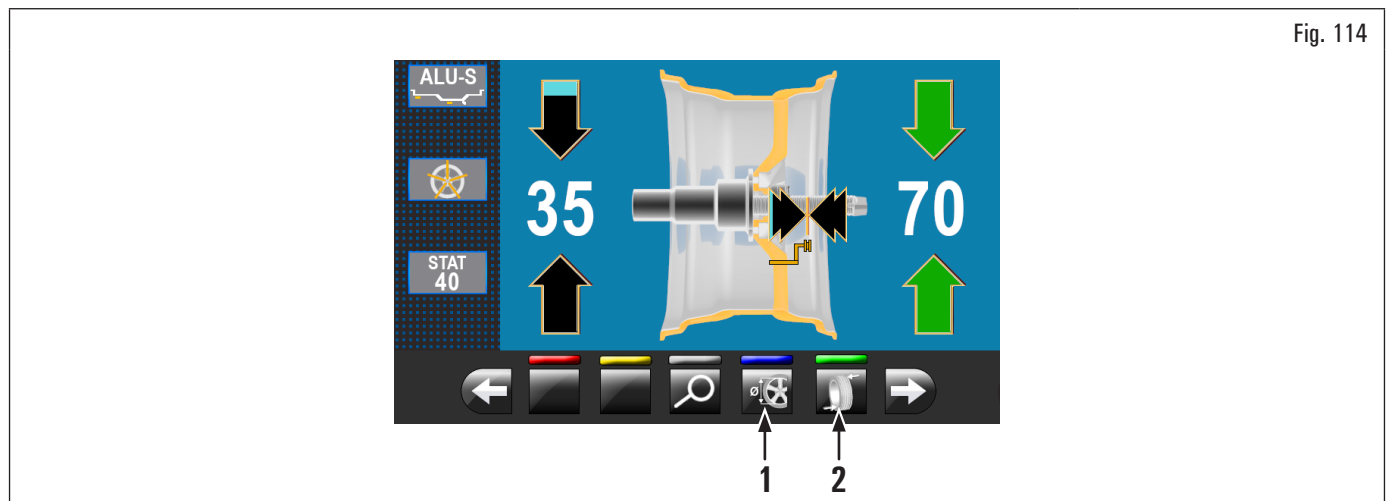

Fig. 114
1. de la página aplicación pesos lado externo rueda (véase Fig. 114) apretar el pulsador "programas y medición" (Fig. 114 ref. 1).
3. apretar la tecla  para ejecutar el nuevo cálculo del valor del peso a aplicar en la nueva posición configurada. En el monitor vuelve a aparece la pantalla (Fig. 114) con los valores eventualmente actualizados;
4. si el operador quiere modificar el punto de aplicación del peso adhesivo "lado interno rueda", es suficiente apretar la tecla (Fig. 114 ref. 2). La rueda, el láser y la pantalla se predisponen a la aplicación de tal peso.